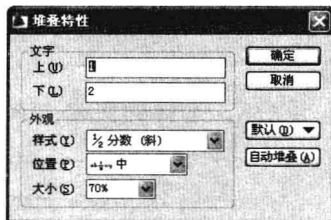

图 5-2-28
(7) 右击堆叠文字，弹出菜单，选择“堆叠特性”，打开“堆叠特性”对话框，如图 5-2-28 所示。